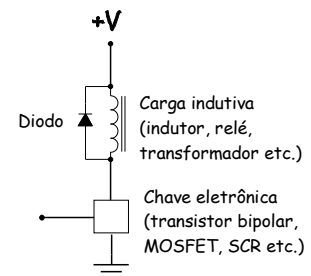

Figura 2.5.10 - Sempre se deve colocar um diodo em paralelo com cargas indutivas.
- Sempre se deve colocar um diodo em paralelo com uma carga indutiva, como mostra a figura 2.5.10. Quando a corrente flui normalmente, o diodo não conduz, mas quando o fluxo de corrente é cortado, o indutor gera uma tensão inversa muito alta, que seria capaz de destruir o transistor se não fosse dissipada pelo diodo.